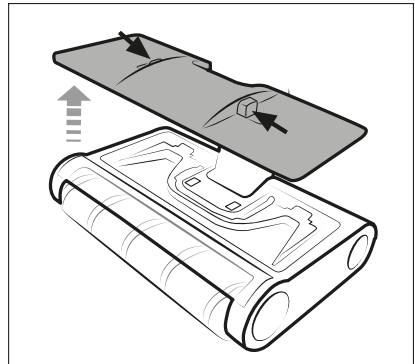

Abb. 9
- 2) Drücken Sie die beiden Entriegelungstasten an der Abdeckung **14** des Schmutzwassertanks **13** und nehmen Sie die Abdeckung **14** vom Schmutzwassertank **13** ab (siehe Abb. 9).